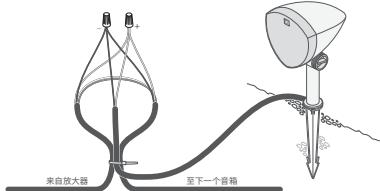

图 6
8. 剪切左扬声器或右扬声器的两根正确电线 (参见下表)，剥去埋地线裸露端 3/4 英寸 (1.9 厘米) 的绝缘层，然后从相应扬声器尾纤的端部剥去 3/4 英寸 (1.9 厘米) 的绝缘层 (见图 6)。
9. 制作一个大约 10 英寸 (约 25 厘米) 的环路，使用扎带将线环和扬声器尾纤固定到位，以消除应力 (见图 6)。